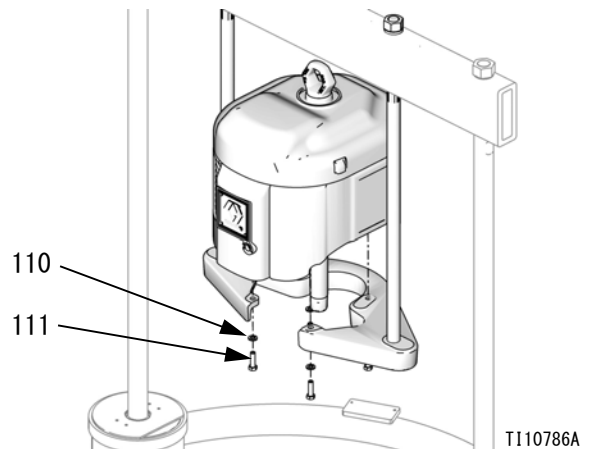

図 26 : 小さいプラテン付き NXT の場合 (D200)
4. 取り付け板 (109) を取り付けてモーターの上端がクロスバーに当たらないことを確認します。図 26 を参照してください。性能の良いホイストを使用し、ネジ (111) およびワッシャ (110) を使用してモーターを取り付け板 (109) に取り付けます。